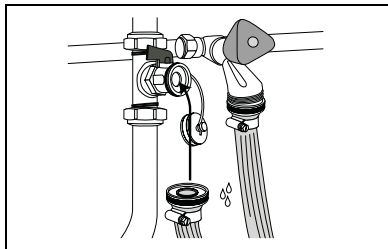

fig. 9 Vullen van de cv-installatie
- Sluit een slang aan op de waterkraan en laat deze vol lopen met water, zodanig dat er geen lucht meer in de slang zit (fig. 9).